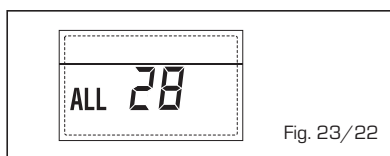

Fig. 23/22
- ANOMALÍA NUMERO DE TARJETA CONECTADOS "ALL 29" (fig. 23/23)